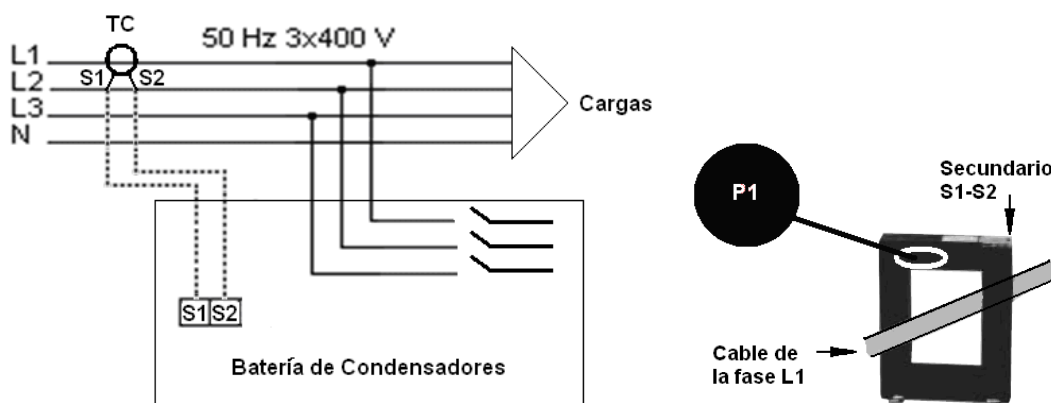

Figura 8: Instalação do transformador de corrente (TC) externo.
|  | <p>É necessário colocar um transformador de corrente (TC) exterior à bateria de condensadores, medindo a corrente total da carga juntamente com a própria bateria (Figura 8).</p> |
|  | <p>O transformador padrão deve ter uma saída nominal de 5 A no secundário. É aconselhável detectar o TC na fase L1 com o sentido da corrente de P1 a P2 (Figura 8) e conectar o secundário (bornes S1, S2) aos bornes do mesmo nome da bateria (Figura 8).</p> |